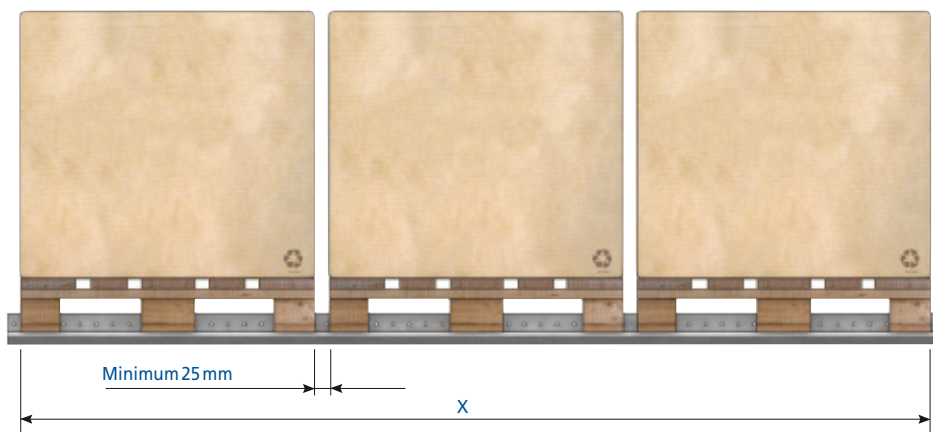

Abb. 4
- X: die Gesamttiefe aller Paletten (einschließlich der Abmessungen der Ladung, falls diese übersteht), plus ein Mindestspiel von 25 mm pro Ladeinheit (Abb. 4).
Für die Tiefentoleranzen ist das gleiche Kriterium anzuwenden wie bei den GP-Schienen (Abb. 4).